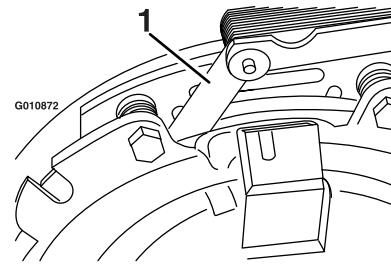
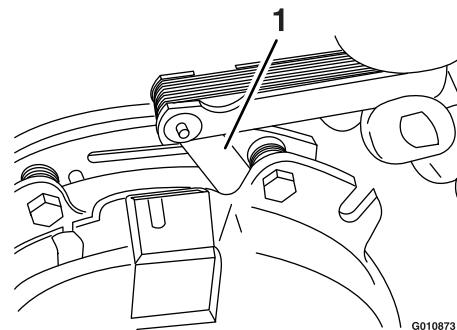

Figura 76
Figura 77
- E. Utilizando um apalpa-folgas com 0,25 mm de espessura, verifique se existe uma folga entre o disco e a armadura em ambos os lados do polo do travão, como se mostra na Figura 76 e na Figura 77.